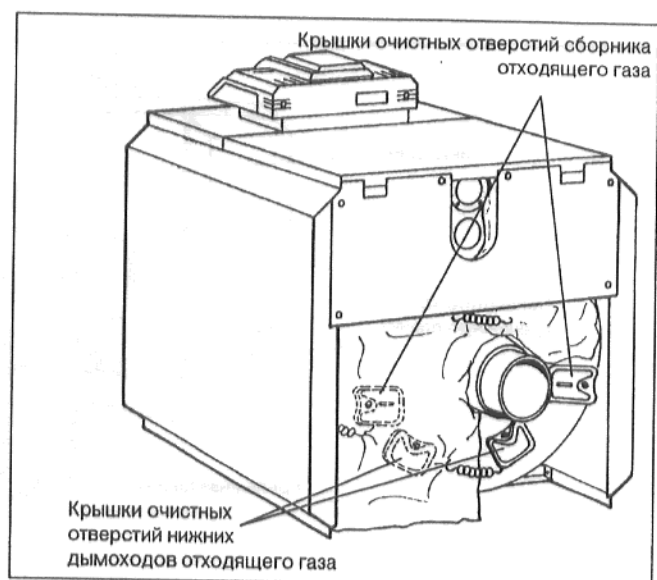

рис. 49
- Удалить остаточные продукты сгорания из сборника отходящего газа (рис. 49).